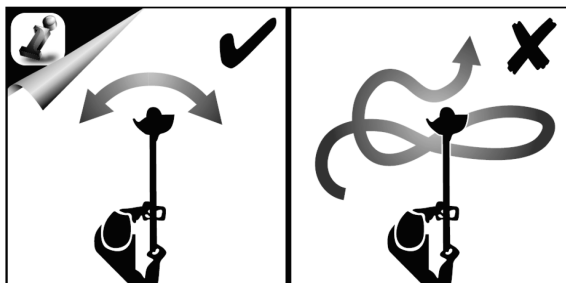

Рис. 14
- Для повышения эффективности кошение нужно производить при движении справа налево (в направлении вращения триммерного корда) (рис. 14). Скошенная трава при этом отбрасывается на скошенную поверхность;